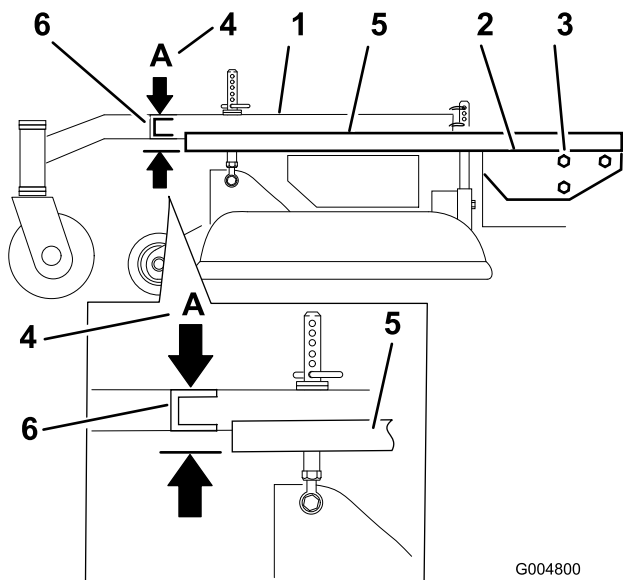

Bild 56
3. Legen Sie eine lange Abziehlplatte auf die Oberseite des Motors, siehe Bild 56.
4. Messen Sie am Querrohr des Trägerrahmens die Höhe an der Stelle **A** (Bild 56). Dieser Wert muss 33 mm plus oder minus 6 mm betragen.
6. Lockern Sie die Befestigungsschrauben am Trägerrahmen an beiden Seiten der Maschine (Bild 56).
7. Fluchten Sie den Trägerrahmen und das Motorchassis an Stelle **A** auf 33 mm plus oder minus 6 mm (Bild 56) aus.